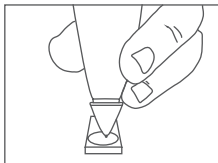

图 1.13
6. 欲开始对仪器进行校准，小心地将探头垂直地按在校准盘上，**如图1.13所示**。在这过程中，确保探头一直完全往下压着，以使得探头的压力保持恒定。